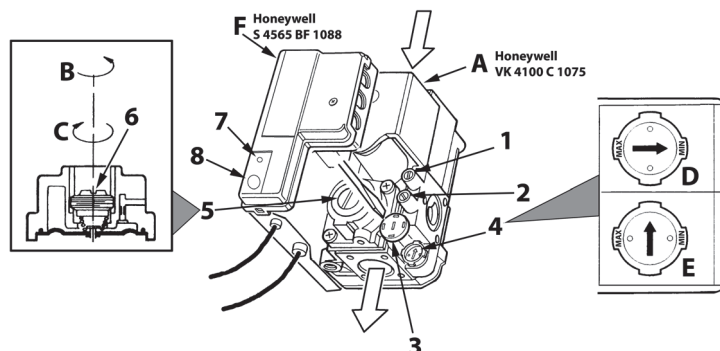

fig. 6 - Reglarea presiunii
- Scoateți de pe valva de gaz căpăcelul de protecție 3 (fig. 6). Cu o șurubelniță mică reglați "STEP"-ul de aprindere pentru tipul de gaz dorit (G20-G25 poziția D fig. 6 sau G30-G31 poziția E fig. 6); după aceea, puneți căpăcelul la loc.